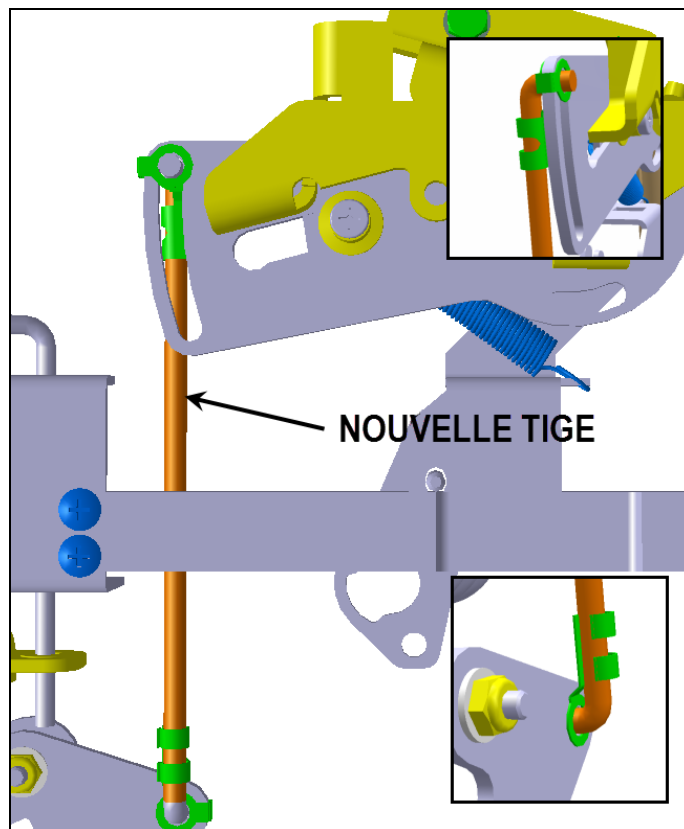

Fig.12
12. Installer la nouvelle tige actuatrice verticale (Fig.12).